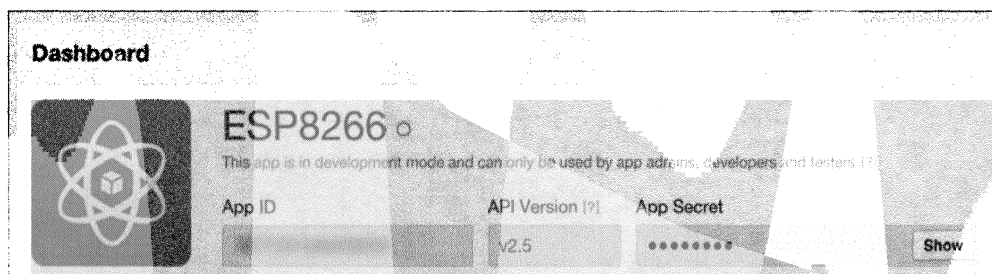

Рис. 5.20. Идентификатор и секретный код приложения
6. Ваше приложение создано — на открывшейся панели (рис. 5.20) вы найдете его идентификатор (**App ID**) и секретный код (**App Secret**).